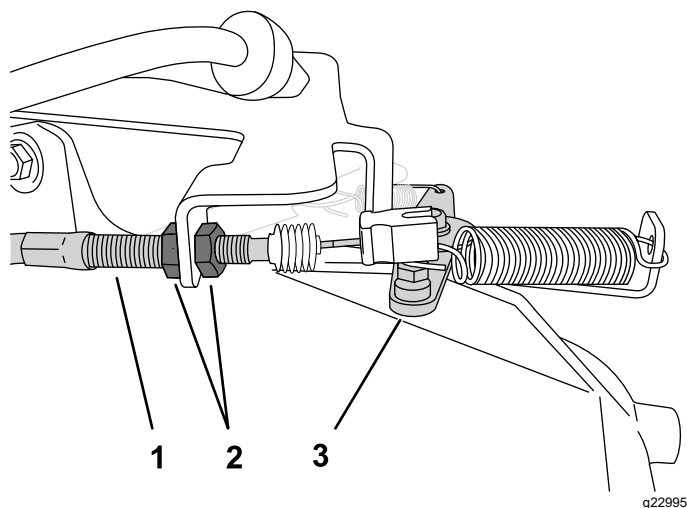

Figura 46
2. En la funda del cable del acelerador, afloje la contratuerca delantera y apriete la contratuerca trasera para aumentar el ralentí bajo (Figura 46).